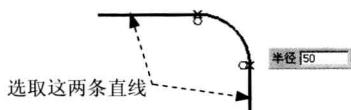

图 2.8.12 “修剪”的圆角
- Step 2** 定义圆角曲线。单击选取图 2.8.12 所示的两条直线。